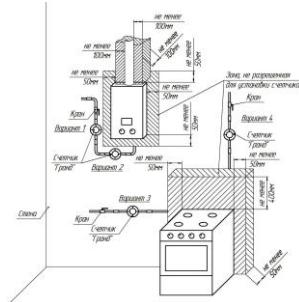

Рисунок 2
5.5.1 Установить счетчик на вертикальном или горизонтальном участке газопровода (рисунок 2).